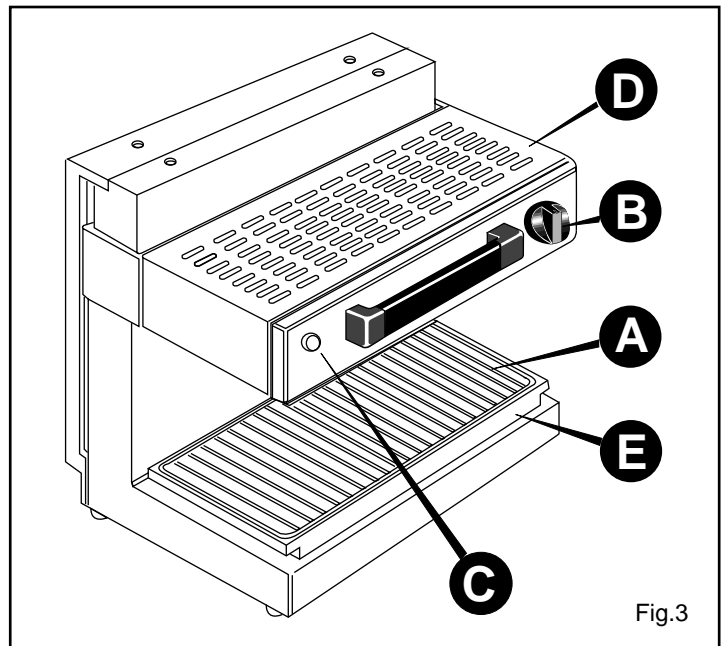

Fig.3
- Positionner les plats à grater sur la grille **A** (fig.3);
Laver la cuve **E** et la grille **A** (fig.3) à l'eau chaude et avec un produit de lavage non abrasif.